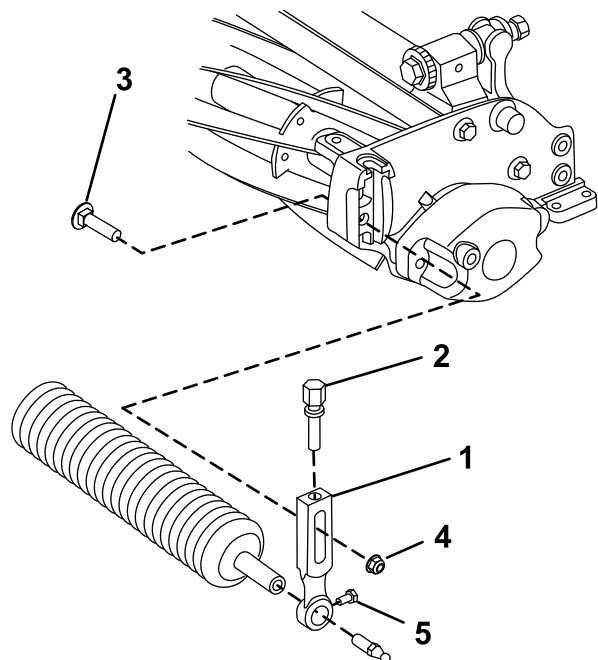

図 3
1. 刈高アーム左右のどちらか1本をカッティングユニットのサイドプレート固定しているプラウボルトとフランジロックナットを外す 図 3。
2. 刈高アームについているローラ取り付けねじをゆるめる 図 3。
3. カッティングユニットの反対側で、刈高アームにローラシャフトをはめ込む 図 3。
4. 刈高アームをローラシャフトにはめ込む 図 3。
5. 先ほど外した刈高アームとボルト・ナットを使って、ローラをカッティングユニットに仮止めする 図 3。
7. 調整ができればローラ取り付けねじを締め付ける 図 3。